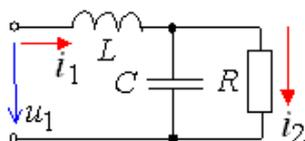

Рис. 1
1. Определите передаточную проводимость цепи (см. рис. 1), если  $R=1$  Ом;  $L=1$  Гн;  $C=1$  Ф: